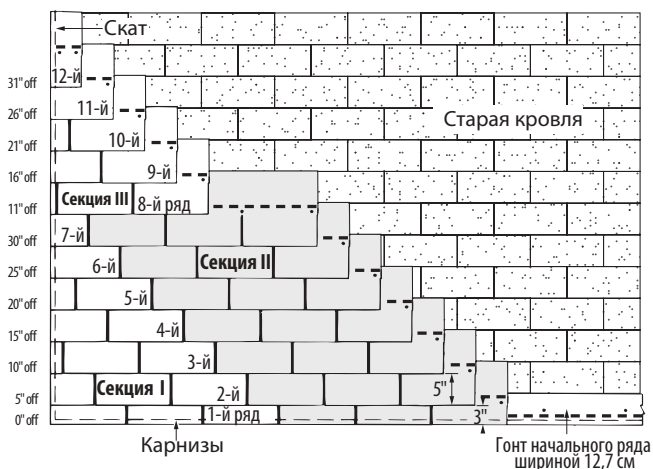

Рис. 10-21. Двенадцать вверх, на пять обрезка, встык.
**1-й ряд:** Первый ряд укладывается из полосовых гонтов размером 25,4 x 91,4 см, изготовленные путём обрезки язычков стандартных гонтов в нижней части на 5 см. Расположите верхний край полосовых гонтов таким образом, чтобы он соединялся встык с язычками гонтов старого третьего ряда (Рис. 10-21).
- В начале второго ряда отрежьте 12,7 см от левого края гонта и расположите его верхний край встык с кромкой гонта в старом четвертом ряду (Рис. 10-21).
- В начале восьмого ряда отрежьте 27,9 см от левого края гонта и уложите оставшийся кусок шириной 63,5 см на гонт седьмого ряда, выровняв его по левому краю седьмого ряда (Рис. 10-21).